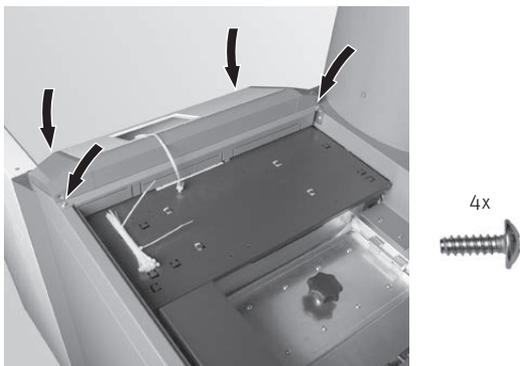

Fig. 70 Infilare i cavi di collegamento, agganciare il pannello di comando e avvitarlo
- ▶ Infilare i cavi di collegamento di InfoWIN Touch (LON/12 VDC e LAN) nell'apertura del pannello di comando, infilare il pannello di comando e fissarlo con 4 viti autofilettanti – Fig. 70.